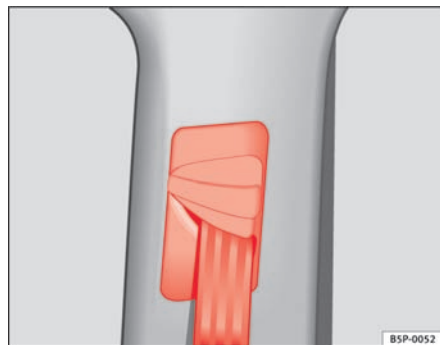

Fig. 17 Placering af selehøjdeindstilling
- Tryk på vendebeslaget i det øverste område, og hold det i denne position ⇒ side 26, fig. 17.